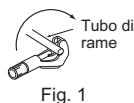

Fig. 1
- Per facilitare il deflusso dello scarico, il tubo di scarico deve essere rivolto verso il basso. (Fig. 1)
- 1) Unire la tubazione del refrigerante e il tubo di scarico, quindi applicare il nastro di feltro (4) partendo dall'estremità. La larghezza di sovrapposizione del nastro di feltro (4) deve essere 1/3 della larghezza del nastro stesso. Utilizzare un fermo per bende all'estremità del nastro di feltro (4).
- 2) Rimuovere il coperchio dello scarico posizionato sul lato posteriore destro dell'unità interna. (Fig. 1)
- 1) Tagliare il tubo di rame in modo corretto con un tagliatubi. (Fig. 1, 2)